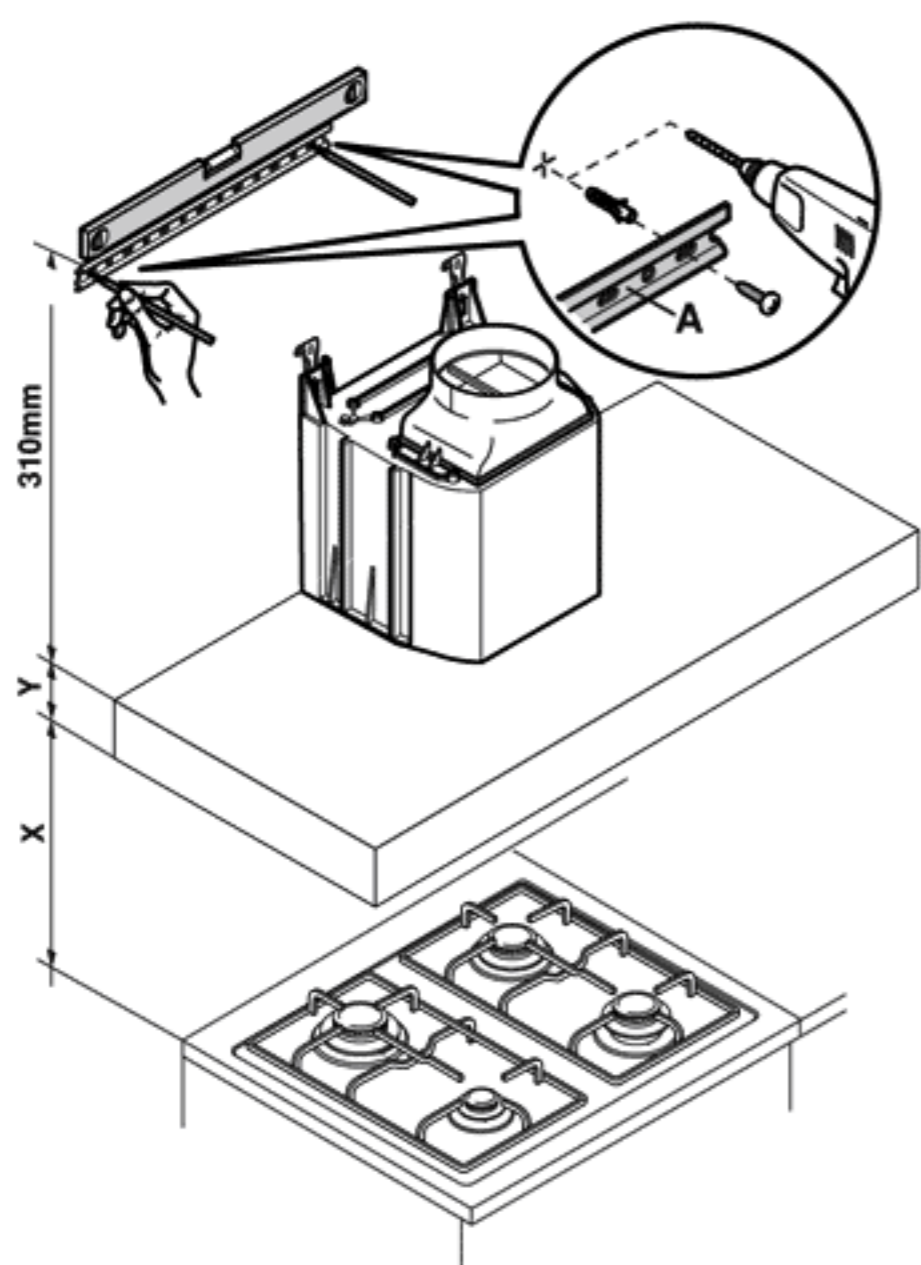

Рис.1
- Приложить к стене крепежную рейку (А – рис. 1) на высоте $X + Y + 310$ мм от варочной панели.